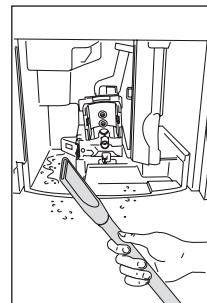

Fig. 38
- Remova os resíduos com um aspirador (Fig. 38).